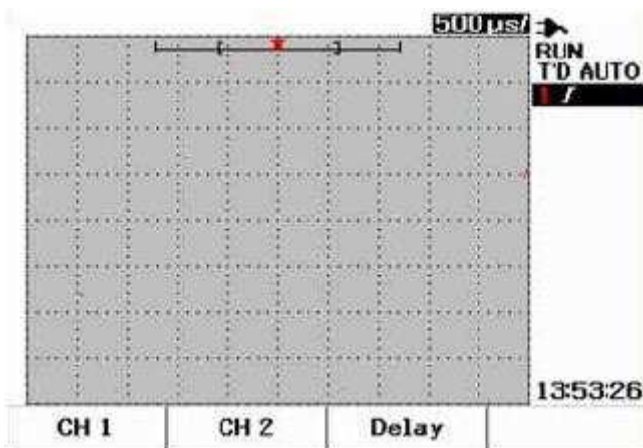

Рис. 3-1 Меню Score, в котором отключены оба канала
1. Нажмите клавишу , чтобы обратиться к меню Score. Вы увидите отображение меню осциллографа, в котором отключены оба канала, как показано на рис. 3-1.